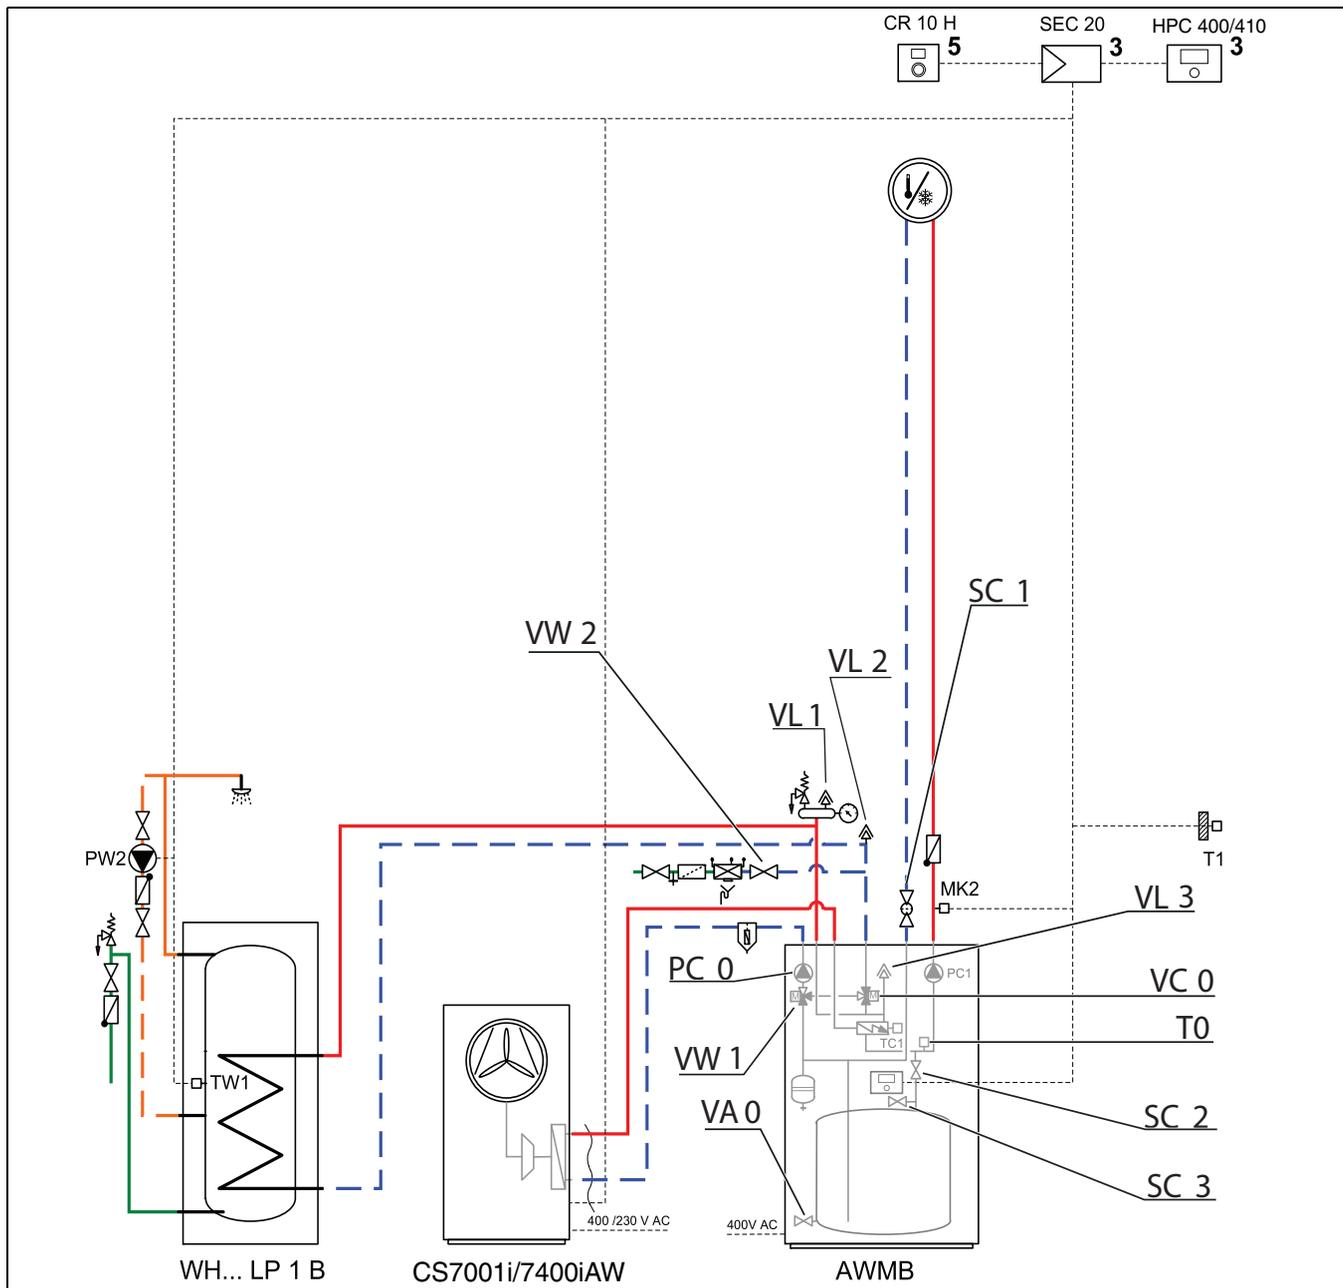

Bild 26 Inneneinheit und Heizungsanlage
2. Automatisches Entlüftungsventil VL1, VL2 und VL3 (→Abb. 26) durch Abschrauben der Kapfen öffnen.
3. Filterventil SC1 schließen, Absperrventil SC2 (→Abb. 26) schließen und sicherstellen, dass sich VW1 (→Abb. 26) in der Position (B) für Zentralheizungsbetrieb befindet.
5. Kleinen Entleerhahn öffnen SC3 (→Abb. 26).